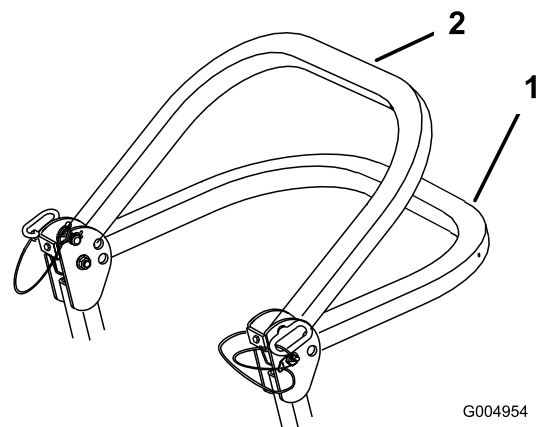

Bild 8
2. Senken Sie den Überrollbügel ab. Es gibt zwei abgesenkte Stellungen. Siehe Bild 8.